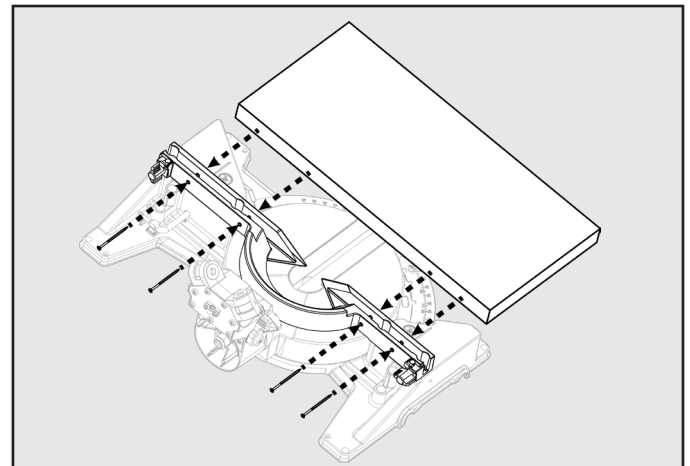
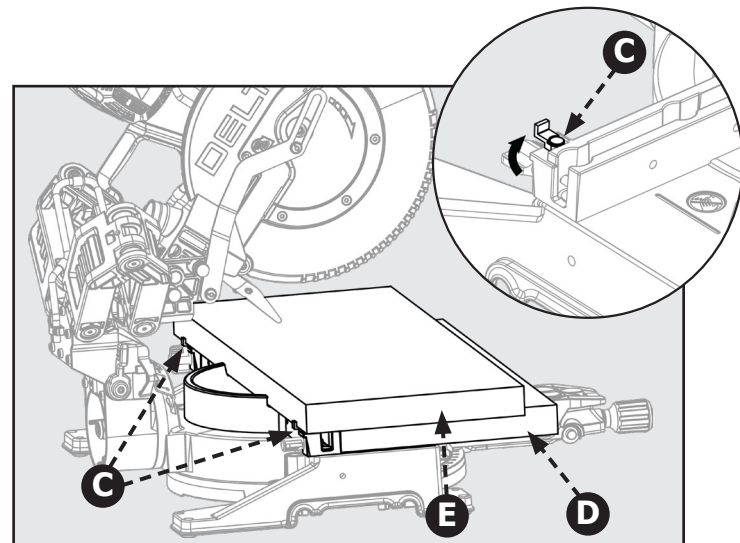

Figure 28
Figure 29
2. Tournez les languettes de support (C) vers leur position. Les languettes (C) se trouvent sur les côtés gauche et droit du guide inférieur (fixe). Ils agissent comme butées arrière de votre pièce. Voir figure 29.
3. Vous devez ajouter une table auxiliaire (D) pour soutenir votre pièce surdimensionnée (E). Placez une planche de la table auxiliaire (D) de 2 po x 14 po sur la table de la scie et contre la section inférieure (fixe) du guide de la scie. Assurez-vous que la planche est fermement fixée contre le guide inférieur (fixe).
**REMARQUE :** Utilisez des vis de bois pour fixer la planche de la table auxiliaire (D). Voir figure 28.
4. Utilisez les languettes de soutien (C) pour fixer la pièce avant d'effectuer une coupe